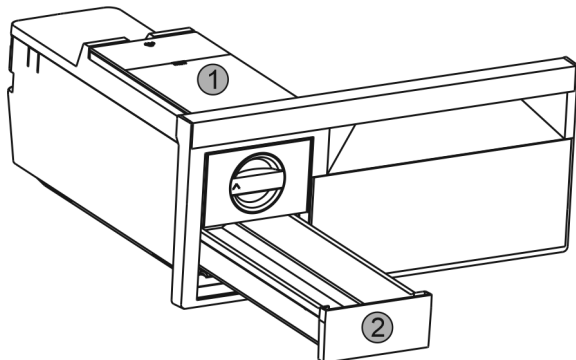

Fig. 39
- Rimuovere il serbatoio dell'acqua Fig. 39 (1) e il cassetto dei cubetti di ghiaccio Fig. 39 (2).